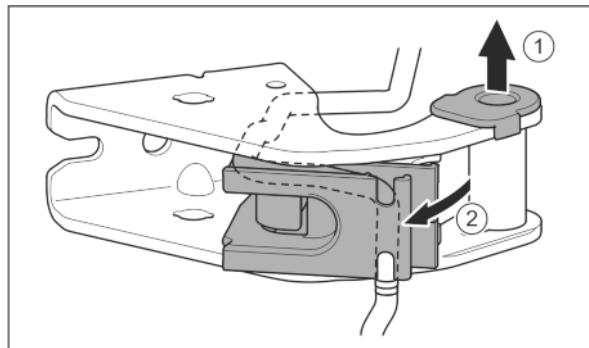

Fig. 27
- Vytáhněte ložiskové pouzdro z vedení. Fig. 27 (1)
- Otočte držák kabelu ven. Fig. 27 (2)